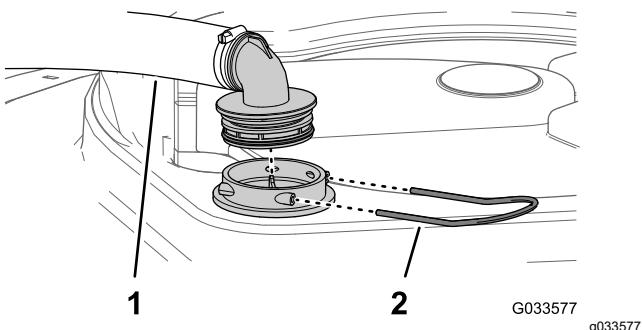

Figura 100
2. En la parte superior del depósito de fumigación, retire la horquilla de retención que sujetla el acoplamiento que está conectado a la manguera grande y al alojamiento del filtro (Figura 100).
3. Retire la manguera y el acoplamiento del alojamiento del filtro (Figura 100).